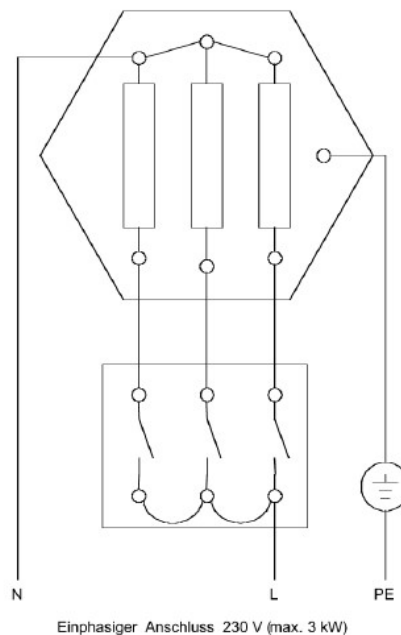

Bild 2
6. Die Einschraubheizkörper ab einer Nennleistung von 2 kW sind serienmäßig dreiphasig 3 - 400 Volt in Sternschaltung geschaltet und für Direktsteuerung ausgelegt. Der Sternpunkt darf nicht mit dem Schutzleiter verbunden sein. Der Heizkörper 1,5 kW ist einphasig 230 V geschaltet. Bei Leistungen bis 3 kW (siehe Tabelle - Anschlussspannung) ist auch ein einphasiger Anschluss mit Direktsteuerung für 230 Volt möglich, wobei der Heizkörper gemäß Bild 2 verschaltet werden muss. Hierzu ist die am Sternpunkt angebrachte Schraubklemme vorgesehen. Dies darf ausschließlich durch einen Elektrofachmann ausgeführt werden. Die Brücken sind an den Schraubklemmen des Reglers aus 1,5 mm2 Kupfer herzustellen.